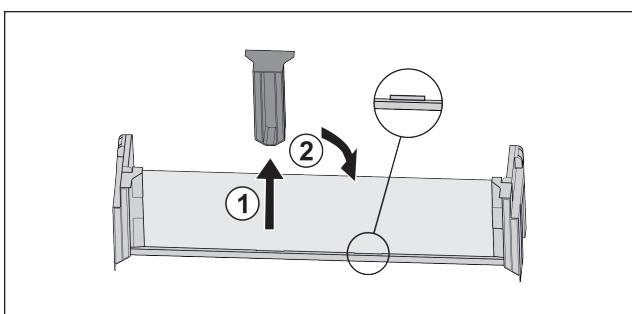

Fig. 28
► Stiahnite stredný prídružný diel Fig. 28 (1).
► Nasadte stredný prídružný diel do druhej pozície Fig. 28 (2).